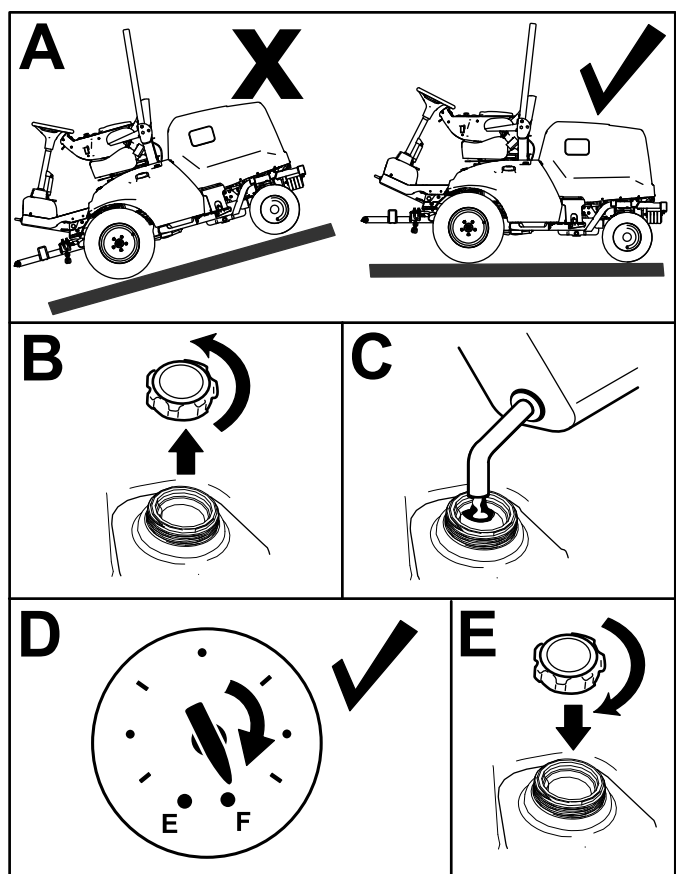

Figura 29
1. Parcheggiate la macchina su terreno pianeggiante (Figura 29), inserite il freno di stazionamento, spegnete il motore e togliete la chiave